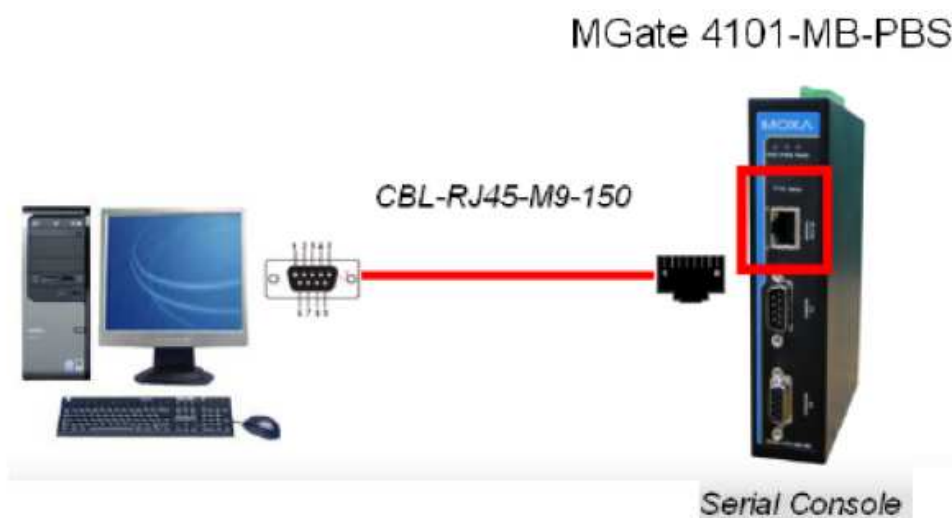

Рис.28
2.1.1 Для настройки MGate 4101-MB-PBS, его необходимо подключить к компьютеру через последовательный порт (Рис.28):